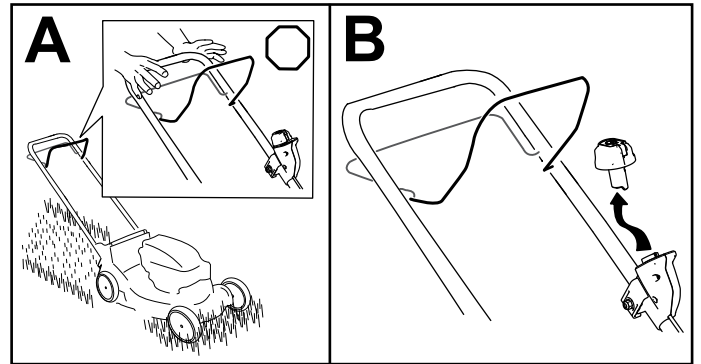

Figura 15
1. Liberte a barra de controlo da lâmina (A de Figura 15).
2. Remova o botão de arranque elétrico do arrancador elétrico (B de Figura 15).